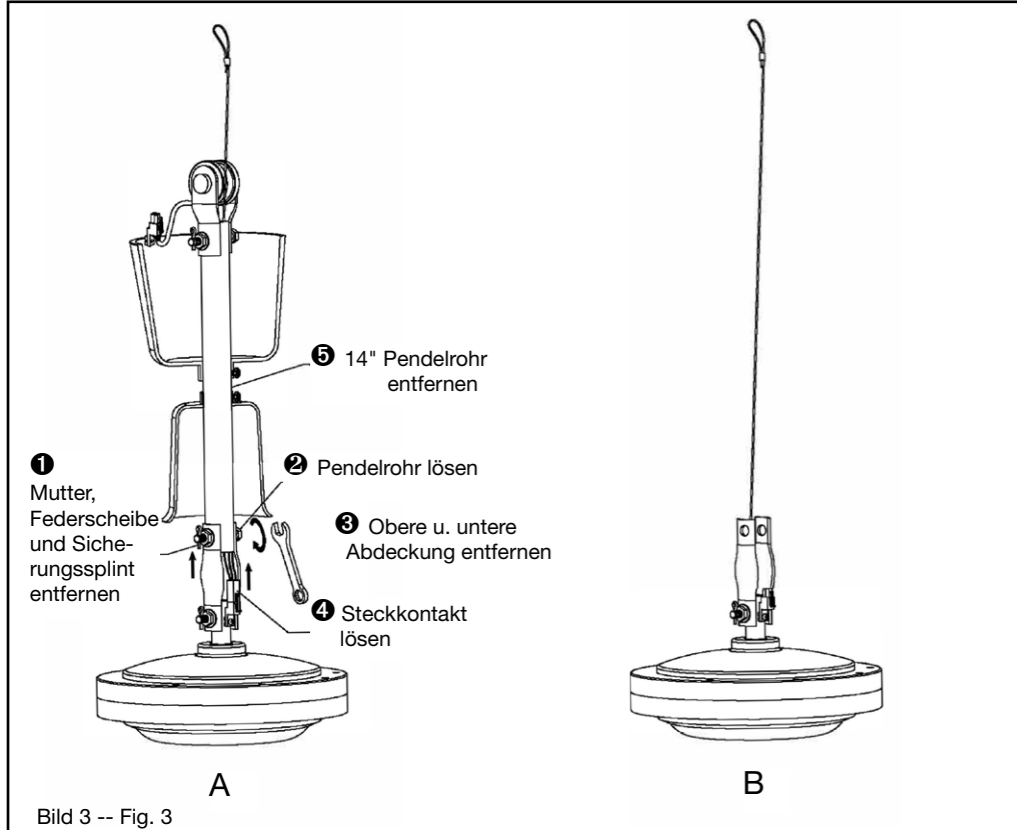
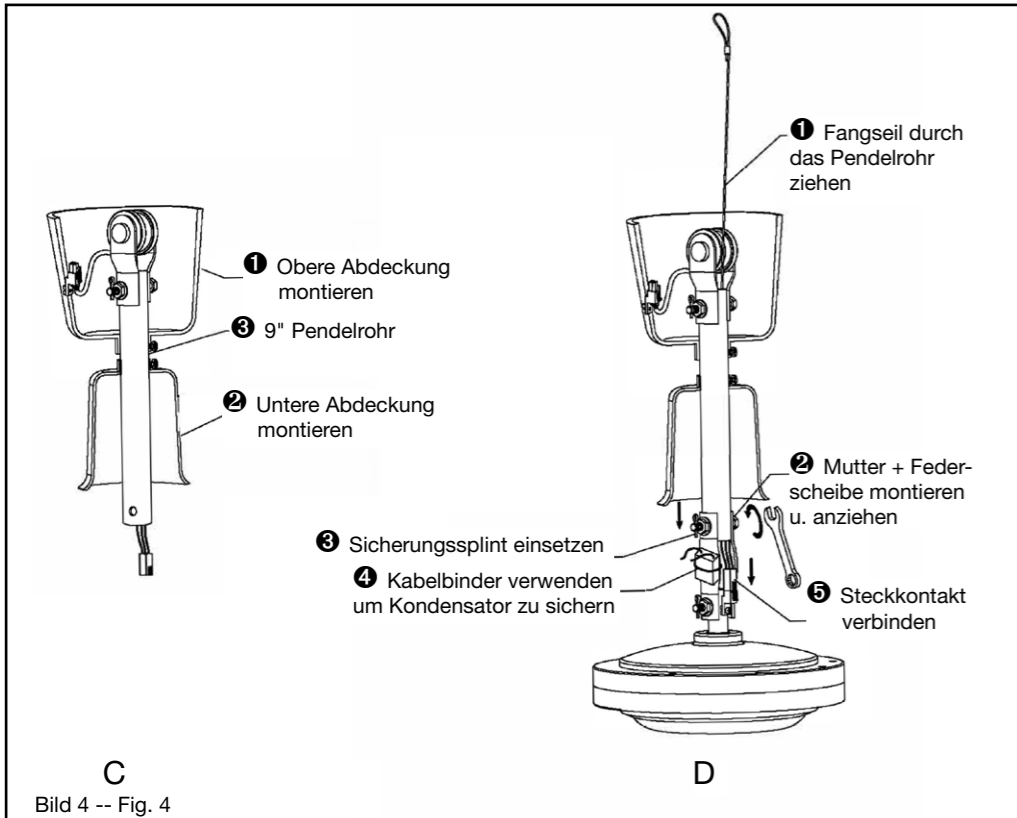

Bild 3 -- Fig. 3
Bild 4 -- Fig. 4
- Optional: Umbau auf kurzes Pendelrohr 9". (Bild 3 und Bild 4)